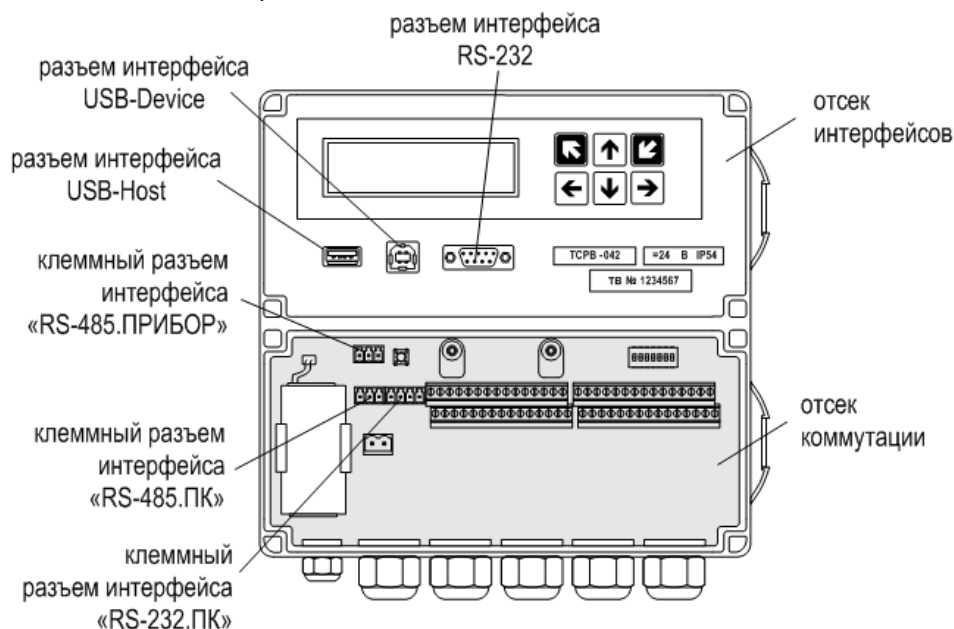

Рис.14. Размещение интерфейсных разъемов тепловычислителя.
7.3.1.1. Для связи с внешними устройствами в тепловычислителе предусмотрены последовательные интерфейсы RS-232, RS-485, USB-Device и USB-Host. Размещение интерфейсных разъемов в отсеках ТВ показано на рис.14 (крышки отсеков условно не показаны).